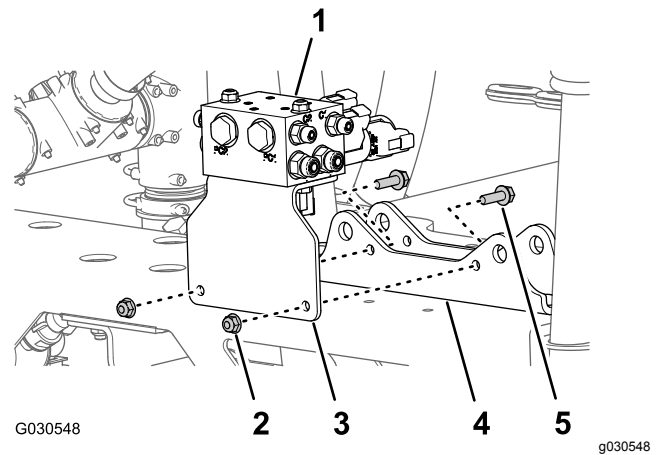

Figura 76
3. Rimuovete i 2 dadi di bloccaggio flangiati (5/16") e i 2 bulloni a testa flangiata (5/16" x 1") che fissano la staffa di supporto per il collettore di sollevamento delle barre al supporto del cilindro e rimuovete il collettore e la staffa dalla macchina (Figura 76).